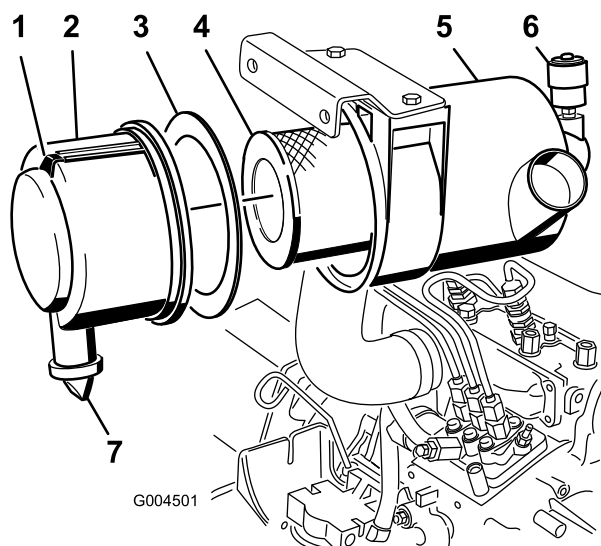

Figura 44
- Efectue a manutenção do filtro de ar quando o indicador do filtro de ar (Figura 44) ficar vermelho ou a cada 400 horas (com maior frequência em condições de trabalho muito sujas ou poeirentas). Não efectue a manutenção do filtro de ar com demasiada frequência.
1. Puxe o trinco para fora e rode a cobertura do filtro de ar no sentido contrário ao dos ponteiros do relógio (Figura 44).
2. Retire a cobertura do corpo do filtro de ar (Figura 44).
4. Retire e substitua o filtro primário (Figura 44).
6. Certifique-se de que a junta de espuma está no lugar na tampa e de que não está rasgada nem danificada (Figura 44). Se estiver danificada, substitua-a.
- A. Limpe a válvula de saída de borracha da tampa (Figura 44).
10. Reinicie o indicador (Figura 44), se este estiver vermelho.